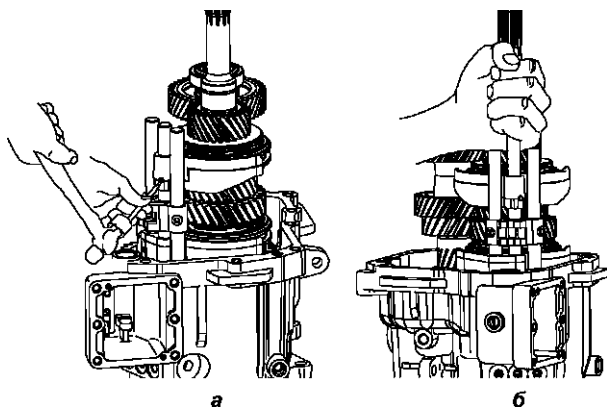

Рис. 6.12. Снятие и установка штоков переключения передач
12. Используя бородок с тонким цилиндрическим концом, выпрессуйте блокировочные штифты вилки переключения передач (рис. 6.12 а). Снимите штоки переключения передач (рис. 6.12 б).